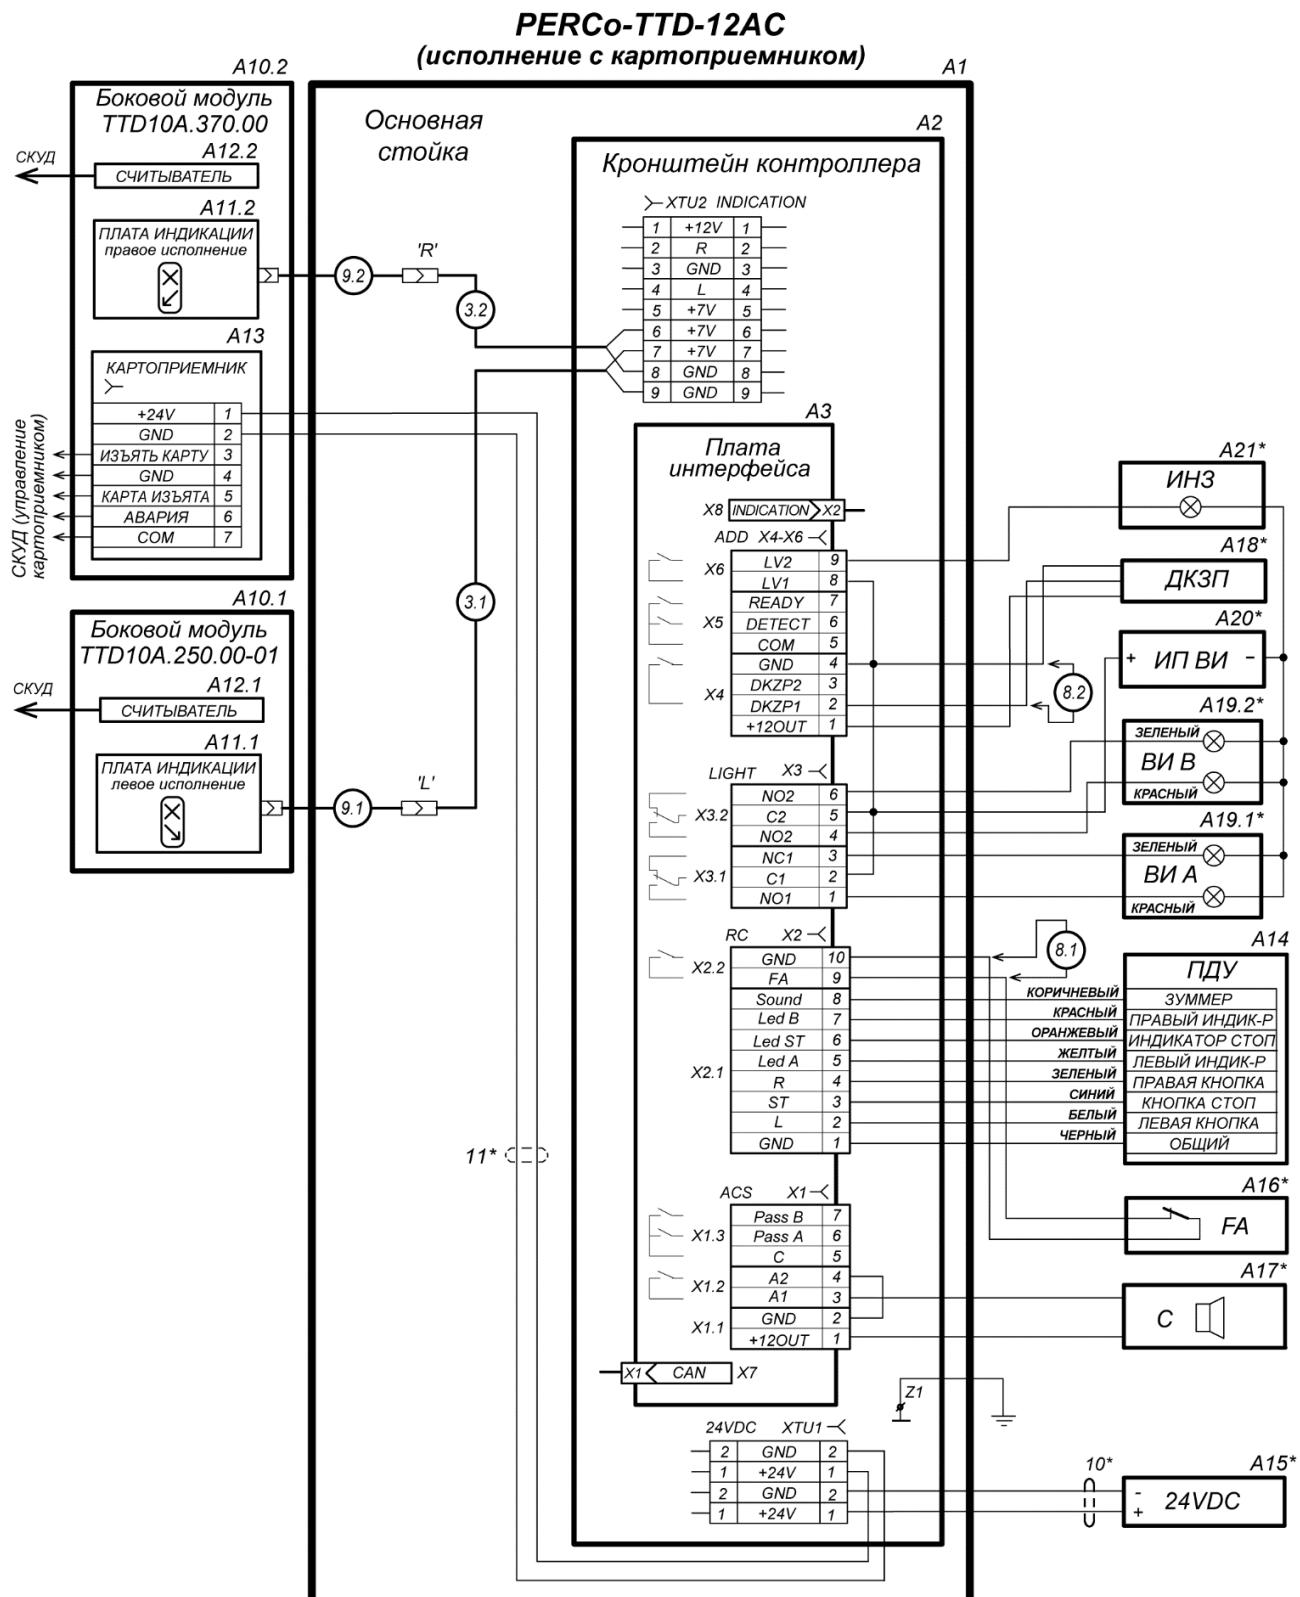

Рисунок 17. Пример схемы соединений турникета и дополнительного оборудования для модификации с картоприемником PERCo-TTD-12AC1
- у стандартного бокового модуля (см. рис. 17):
- снимите пластину (4, рис. 17), для чего открутите 6 винтов (7, рис. 17),
- снимите кронштейн (3, рис. 17), для чего открутите 4 гайки с шайбами (6, рис. 17),
- снимите блок индикации (2, рис. 17), для чего открутите 4 гайки с шайбами (5, рис. 17).